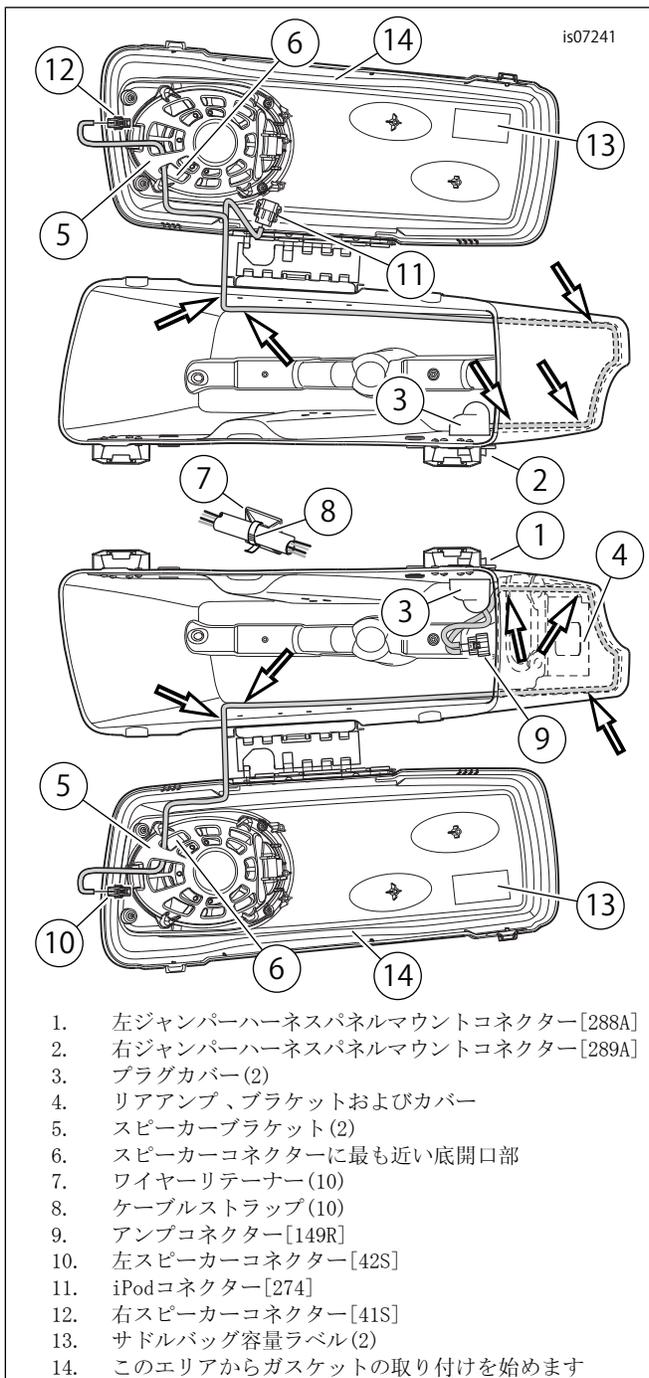
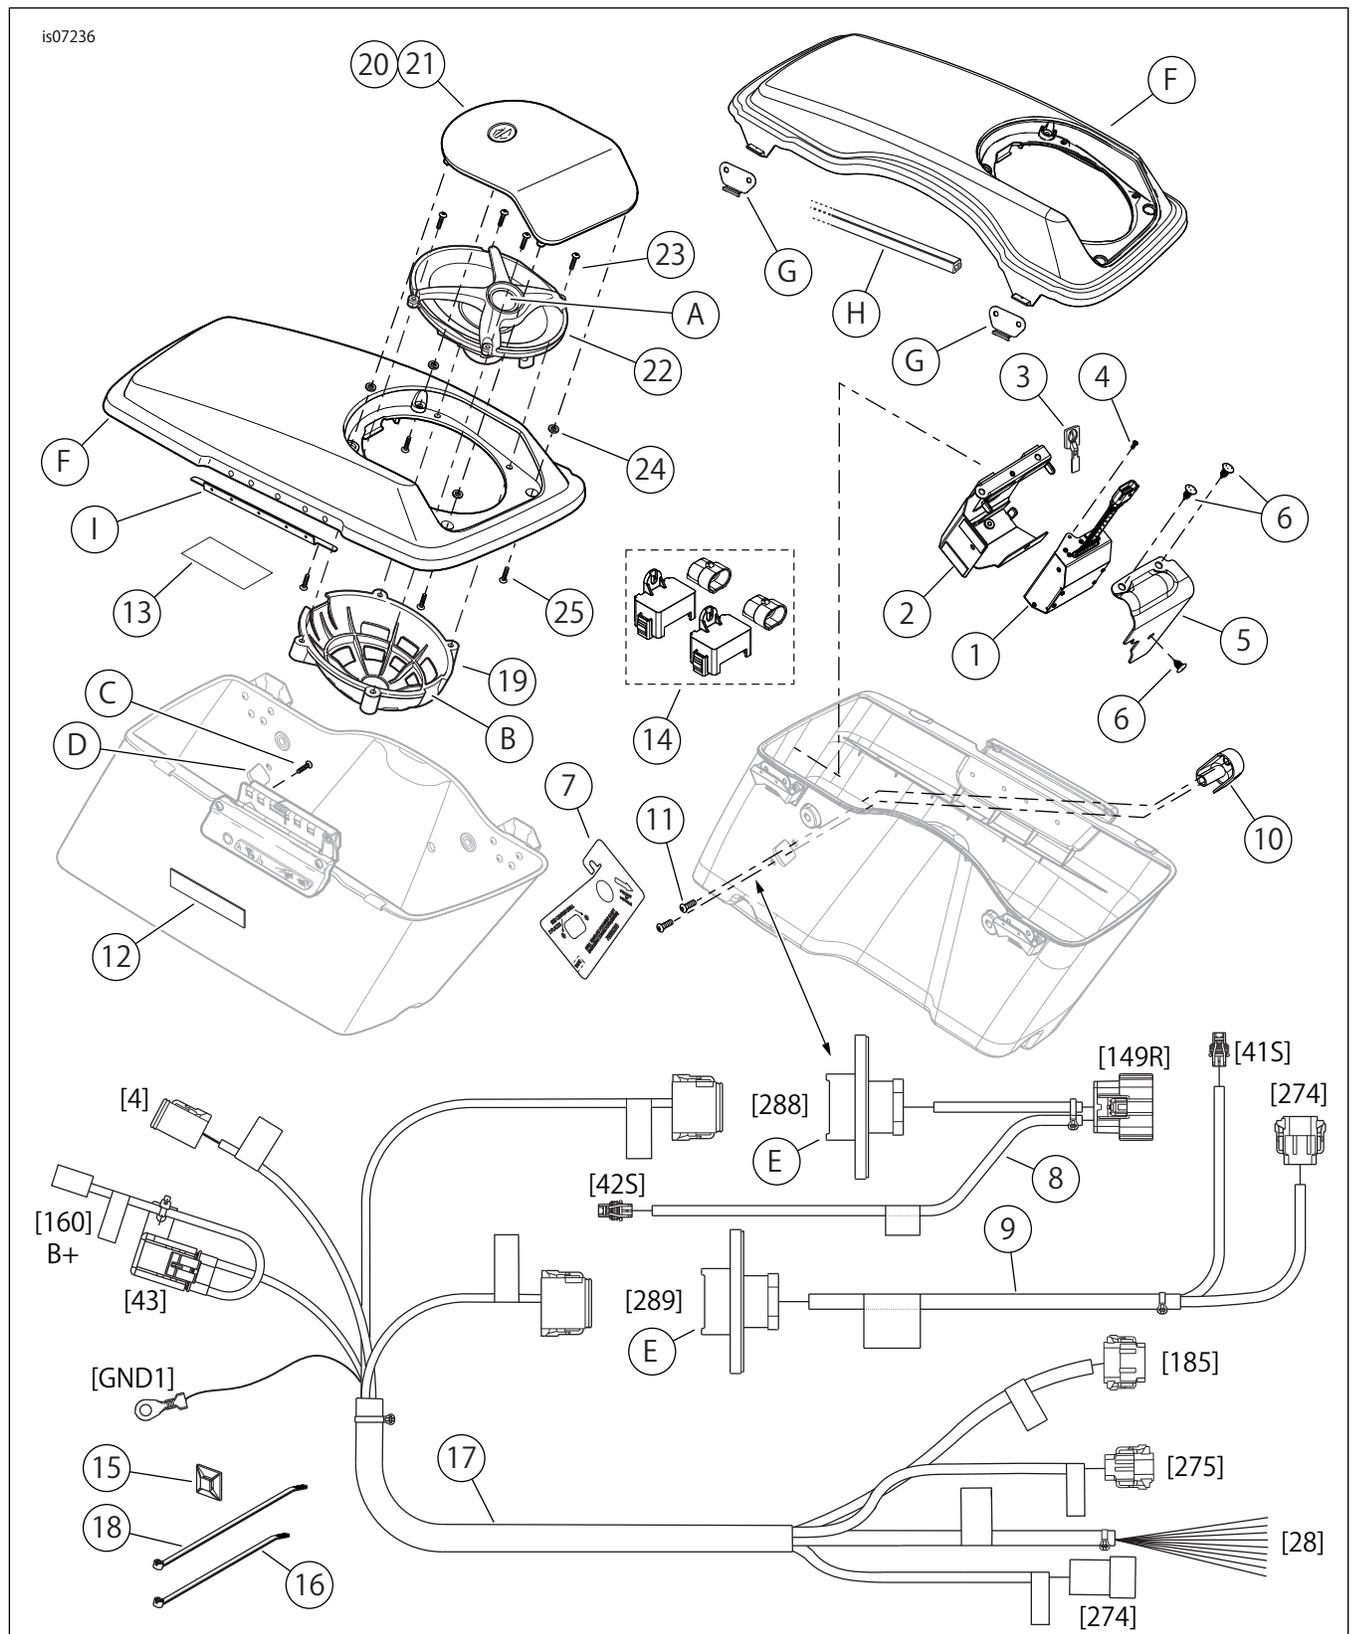

図5。サドルバッグ内のハーネスの取り回し
図7. 交換用パーツ、CVOスピーカー拡張キット
10. 「図5」を参照してください。サドルバッグの内部からプラグカバー(3)をパネルマウントコネクタ(1)とジャンパーハーネスの上に取り付けます。スクリュー2本を、外側からコネクタフランジとサドルバッグ壁からプラグカバーのねじ山穴に挿入します。3.95-4.52 N·m (35-40 in-lbs)のトルク値で締め付けます。ハーネスをサドルバッグの底に置きます。
- ・ ヒンジの反対側、カバーのインボード側中央にガスケットの取り付けを始めます(「図5」、アイテム14を参照)。
2. 「図5」を参照してください。 サドルバッグスピーカージャンパーハーネス(これより前の時点でサドルバッグに取り付け済み)を次のように取り回してください:
4. ワイヤリテーナー(7) 5個とケーブルストラップ(8) 5本をキットから用意します。各配線リテーナーの粘着面の裏紙からライナーをはがし、表記のようにサドルバッグの内側の壁、サドルバッグの底から約25 mm(1 in)の位置に取り付けます。ジャンパーハーネスをケーブルストラップで、ワイヤリテーナーに取り付けます。
5. 「図7」を参照してください。キットからリアアンプ(1)、ブラケット(2)、T-スタッドアンカー(3)、スクリュー(4)、カバー(5)および押込型クリップ(6) 3本を用意します。
- ・「図5」を参照してください。ハーネスの両方のレッグを下方に取り回し、次にアウトボード壁周辺で後方に、そしてサドルバッグリッドに対してサドルバッグリッドテザー正面で上方に通します。
- 「図7」を参照してください。キットからオーディオハーネス(17)を用意します。
2. 「LHS' ;BAG288」というラベルが貼られた12ウェイコネクタを、サドルバッグ左側のリセプタクルに接続します（「図5」、アイテム1を参照）。このコネクタには、不適切な接続がされないよう、キー機構が付いています。必ずカチッと音が聞こえるまで挿入してください。
9. 「図7」を参照してください。オーディオハーネス(17)の前面部分の4本の分岐をフェアリングの内側に引き入れ、インターコネクタハーネスの経路に沿わせてインナーフェアリングの左上まで配線します。